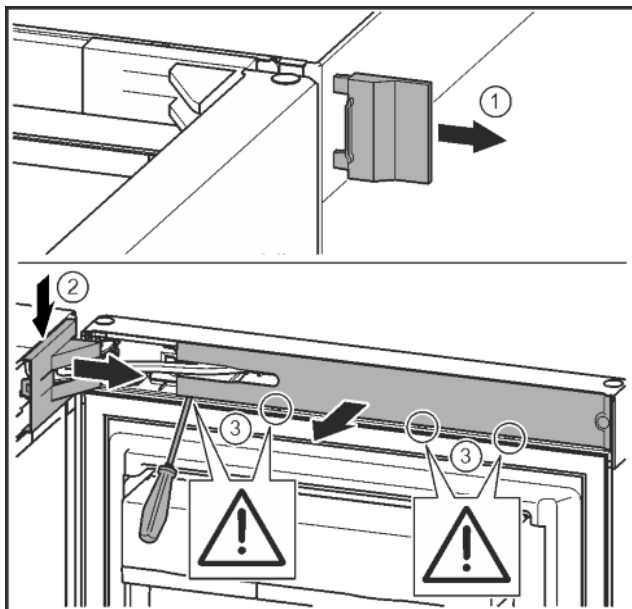

Fig. 6
► Buitenste afdekking verwijderen. Fig. 6 (1)
► Lagerboutafdekking ontgrendelen en losmaken. Afdekking van de lagerbus verwijderen. Fig. 6 (2)
► Paneel met de sleufschroevendraaier losmaken en naar de zijkant draaien. Fig. 6 (3)